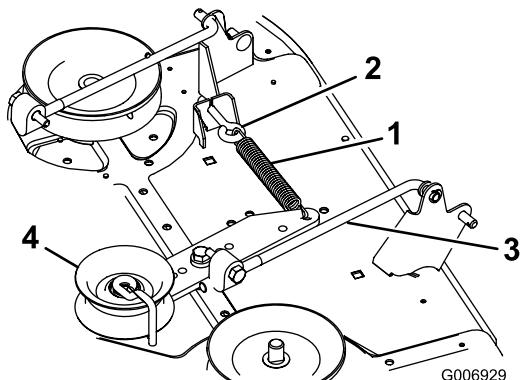

Figura 38
7. Desenganche el muelle del brazo de la polea tensora del soporte en el cortacésped (Figura 38).